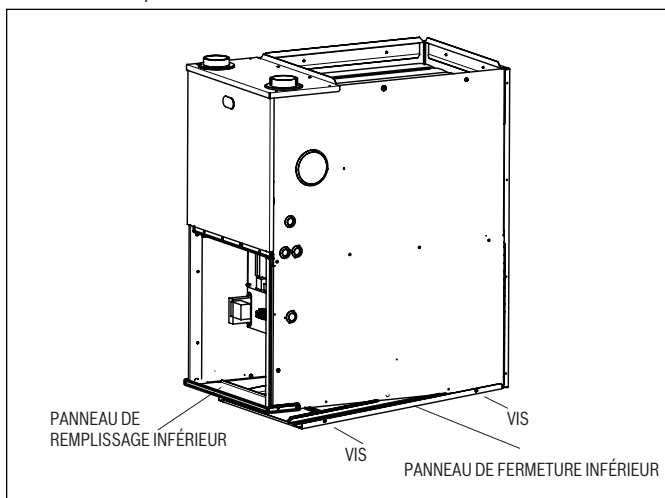

Figure 7 Retrait du panneau de fermeture inférieur
1. Inclinez ou soulevez la fournaise et retirez le panneau de remplissage inférieur à vis de retenue. (Voir Fig. 7.)